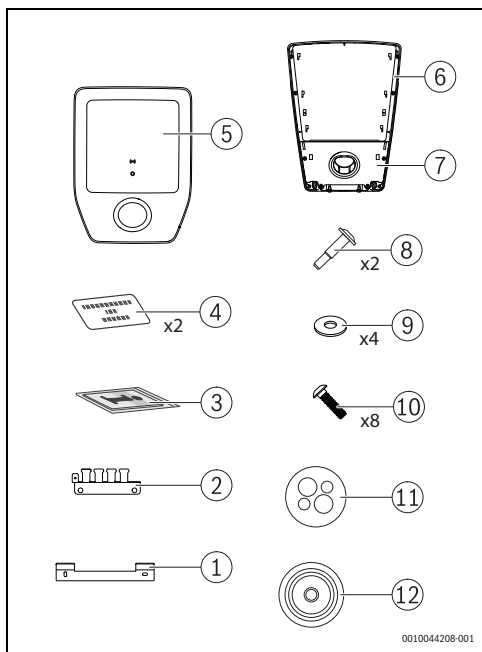

Fig. 265 Volume di fornitura
- ▶ Rimuovere la copertura [5] e il tappo con il supporto da parcheggio [7] dalla Power Charge 7000i (→ Fig. 265, pagina 261).